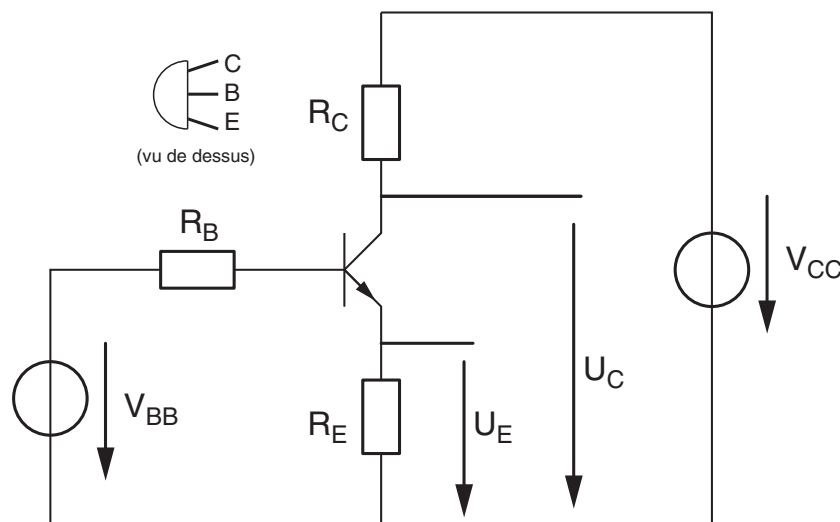

FIG. 5.1: Circuit de base
Pour les composants de la figure 5.1, on prendra $V_{CC} = 12\text{ V}$, $R_E = 0.82\text{ k}\Omega$, $R_B = 8.2\text{ k}\Omega$, $R_C = 6.2\text{ k}\Omega$.
1. Avec Spice, après avoir choisi un transistor *PN100A* ou *BCW60B*, simulez le circuit de la figure 5.1 en variant V_{BB} de 0 à 5 V avec un pas de 0.05 V.
1. Câblez le circuit de la figure 5.1 avec $V_{CC} = 12\text{ V}$ (alimentation DC programmable) et $V_{BB} = 1.5\text{ V}$ (générateur de signaux Siemens en position DC offset).
Le circuit de base de la figure 5.1 peut être utilisé en tant qu'amplificateur ou source de courant. Dans cette manipulation, on s'intéresse aux caractéristiques de la source de courant avec $V_{BB} = 1.5V$ et R_C variable. Cette dernière représente la charge R_L que voit la source de courant.